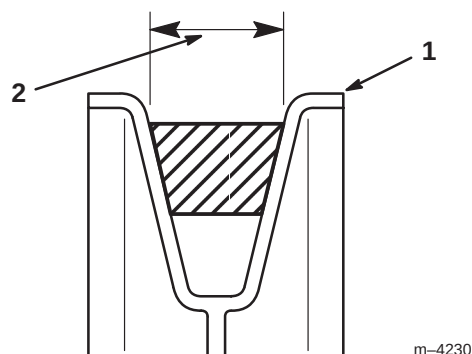

Figure 13
7. Vérifiez que le côté large de la courroie d'entraînement de PDF est tourné vers le diamètre extérieur des **quatre poulies** (Fig. 13).